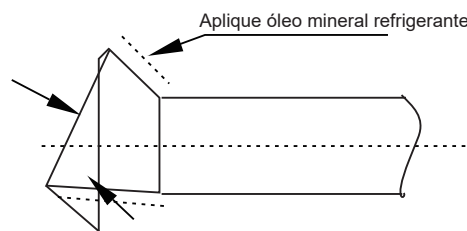

Figura 19
- Antes da tampa do flange ser instalada no flange do tubo, aplique um pouco de óleo refrigerante no flange (dentro e fora) e, em seguida, gire-o três ou quatro vezes antes de apertar a tampa. Consulte a Figura 19.